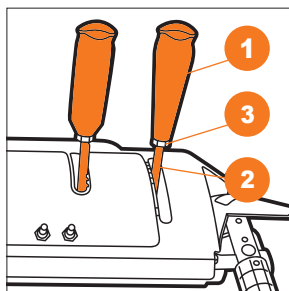

Рис. 10
- Накрутите рукоятки **1** рычагов управления на соответствующие штанги **2** и законтрите их гайкой **3** (Рис.10).